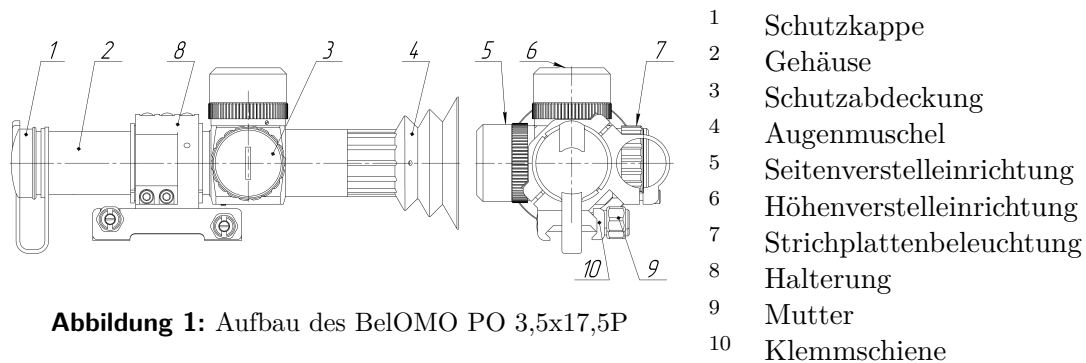

Abbildung 1: Aufbau des BelOMO PO 3,5x17,5P
Das Aussehen des Visiers ist in Abbildung 1 dargestellt. Das Gehäuse (2) enthält: Objektiv, Okular, Hintergrundbeleuchtungsbaugruppe (7), mit Schutzkappen (5) geschützte
- Unter Verwendung des Montagemaßes des Gehäuses (2) (aus Abbildung 1) und ggf. der Hülle das Visier in der Halterung (8) so befestigen, dass der Einstellmechanismus für die Höhenverstellung (6) oben und selbiger Mechanismus für die Seitenverstellung (5) rechts liegt.
- Muttern (9) lösen
- Die Muttern (9) anziehen und damit das Visier auf der Weaver-Schiene der Waffe sichern.